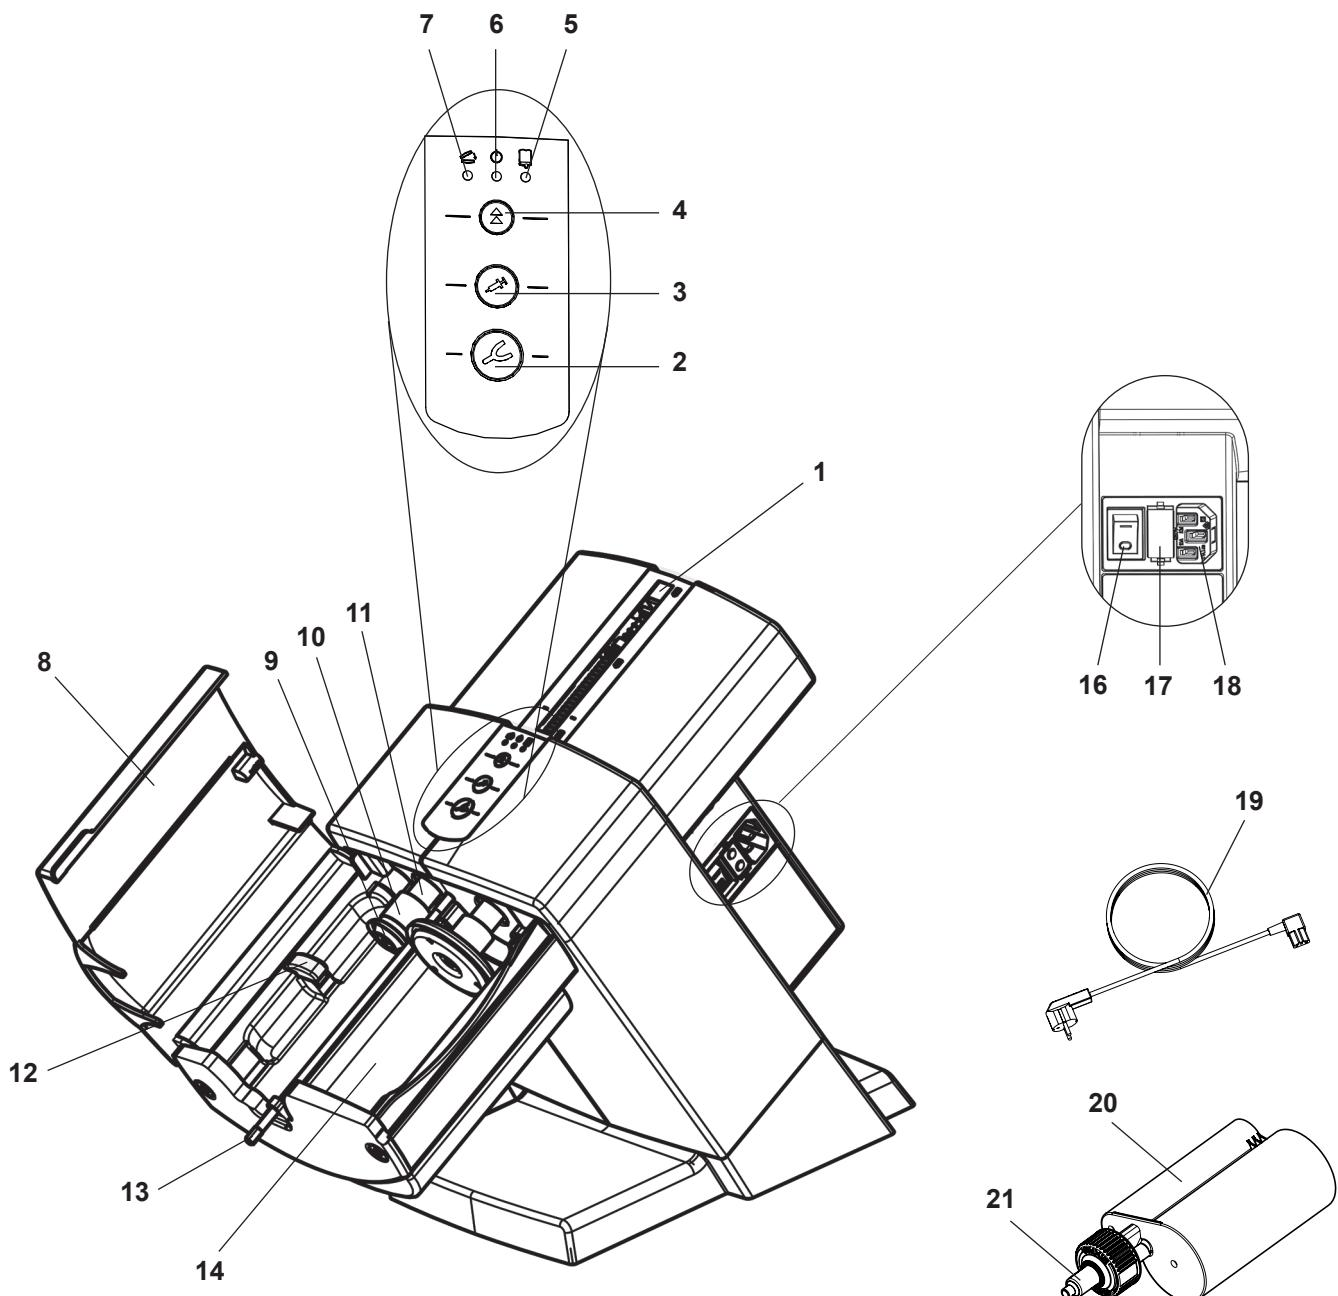

Fig. 1
- ⇒ Enfoncer le câble secteur (19, Fig. 1) dans la prise secteur (18).
- ⇒ Allumer l'appareil sur l'interrupteur (16).
- ⇒ Fermer le clapet de l'appareil (8, Fig. 1).
- ⇒ Appuyer sur la touche de retour en arrière (4).
- ♦ Les plateaux de pression (9, Fig. 1) retournent en position initiale et s'arrêtent.
- ⇒ Retirer la sécurité de transport (23).
L'insertion, de même que le remplacement d'une cartouche ne peut s'effectuer que si les deux plateaux de pression (9, Fig. 1) se trouvent en position de départ.
- ⇒ Ouvrir le clapet de l'appareil (8, Fig. 1).
- ⇒ Insérer une cartouche (20) dans l'appareil. Veillez à ce que la cartouche se trouve sous le taquet d'arrêt (12).
- ⇒ Le clapet de l'appareil se ferme uniquement si la cartouche est correctement insérée. Tant que le clapet de l'appareil n'est pas correctement fermé, la LED rouge « Clapet de l'appareil ouvert » est allumée (7, Fig. 1).
- ⇒ Appuyer sur la touche d'avancement (2) ou (3) et la maintenir enfoncée :
- porte-empreinte (2), vitesse d'extrusion élevée ou
- distributeur (3), faible vitesse d'extrusion.
- ♦ L'hexagone mélangeur (13, Fig. 1) commence à tourner et s'emboîte automatiquement dans la buse mélangeuse (21, Fig. 1), puis s'arrête à nouveau.